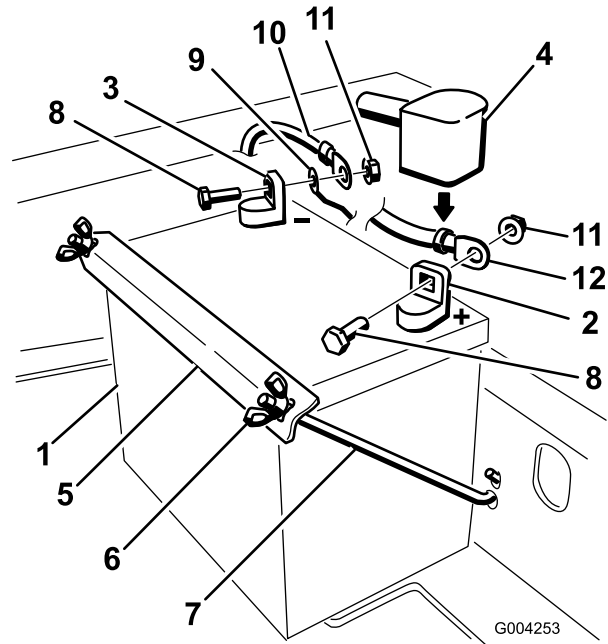

Figura 38
4. Primero desconecte el cable negativo de la batería y el cable de tierra del borne negativo (-) de la batería (Figura 38).
5. Retire la cubierta de goma roja del borne positivo (rojo) de la batería. Luego retire el cable positivo (rojo) de la batería (Figura 38).
6. Retire ambas tuercas de orejeta (1/4 pulgada) que fijan la brida de la batería (Figura 38).
1. Coloque la batería en la bandeja, con los bornes hacia el motor (Figura 38).
4. Sujete los cables con 2 pernos (1/4 x 3/4 pulgadas), 2 arandelas (1/4 pulgada), y 2 contratuercas (1/4 pulgada) (Figura 38).
6. Fije la batería con pernos en J, una brida de sujeción y 2 arandelas (1/4 pulgada), y 2 tuercas de orejeta (1/4 pulgada) (Figura 38).